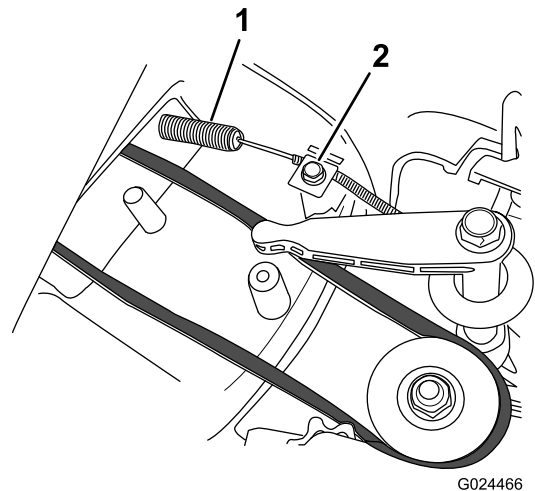

Bild 30
2. Setzen Sie einen neuen Messerbremszug; ziehen Sie die Kabelklemmen oben am Mähergehäuse jedoch nicht an (Bild 30).